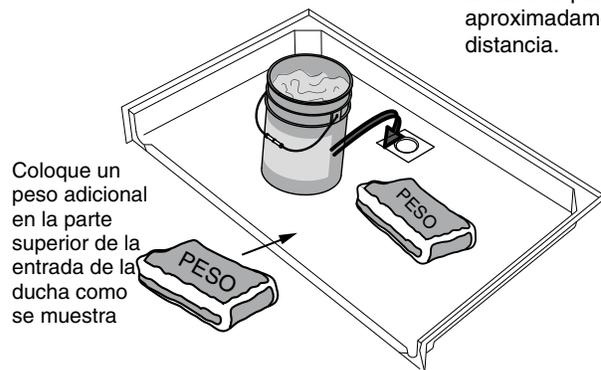

Figura 12
- 7** **COLOQUE 50 LIBRAS DE PESO** como se muestra en la figura 12 para asegurarse de que la unidad hace contacto con la resina epóxica.